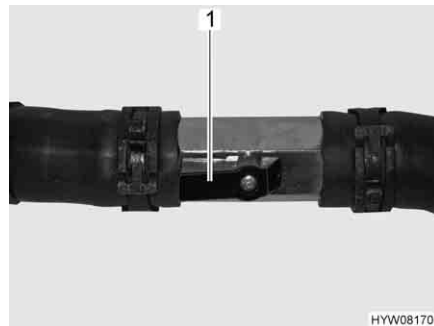

Fig. 198 Robinet d'arrêt ouvert
- Placer le levier (Fig. 198,1) parallèlement à la conduite (Fig. 198). Plus le robinet d'arrêt est ouvert, plus la puissance de chauffage est élevée.